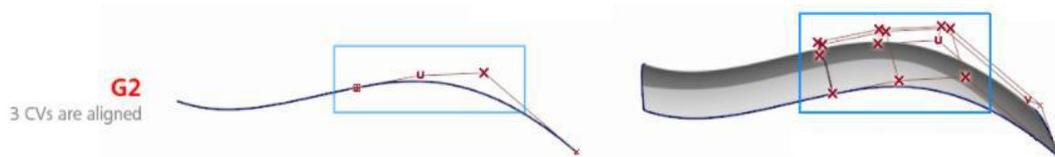

Figura 1.3 Representación gráfica continuidad G2.
- **G2:** en la *Figura 1.3* se observa que se trata de la continuidad en curvatura. Garantiza que el radio de curvatura del final de un elemento coincide con el de inicio del contiguo. El incumplimiento de este tipo de continuidad se traduce en la aparición de brillos y reflejos en la superficie. El error se representa mediante el cálculo del tanto por ciento de desviación entre el valor absoluto de la diferencia de curvaturas (inversa del radio) dividido por la curvatura mayor. Los tres primeros puntos de control deben estar alineados.